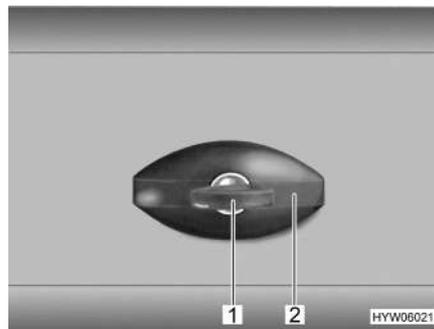

Fig. 9 Cerradura de la trampilla, de forma elíptica, cerrada
- Introducir la llave en el cilindro de cierre (Fig. 9,1) y girarla un cuarto de vuelta en sentido contrario a las agujas del reloj. El asidero de la cerradura (Fig. 9,2) se abre de golpe.